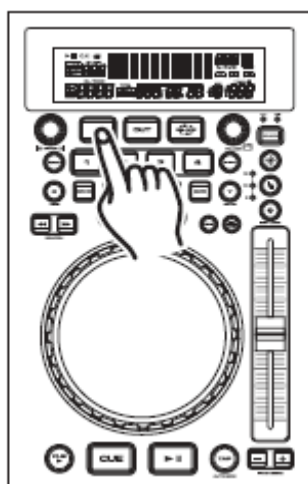

Figure 13
Un point de Cue est le point précis auquel va commencer la lecture quand vous appuyerez sur le *BOUTON LECTURE/PAUSE* (13) Vous pouvez définir un point de Cue à n'importe quel endroit d'une piste ou d'un disque. Il existe trois manières (3) de définir et créer un point CUE comme le détaillent les figures 13, 14 et 15.